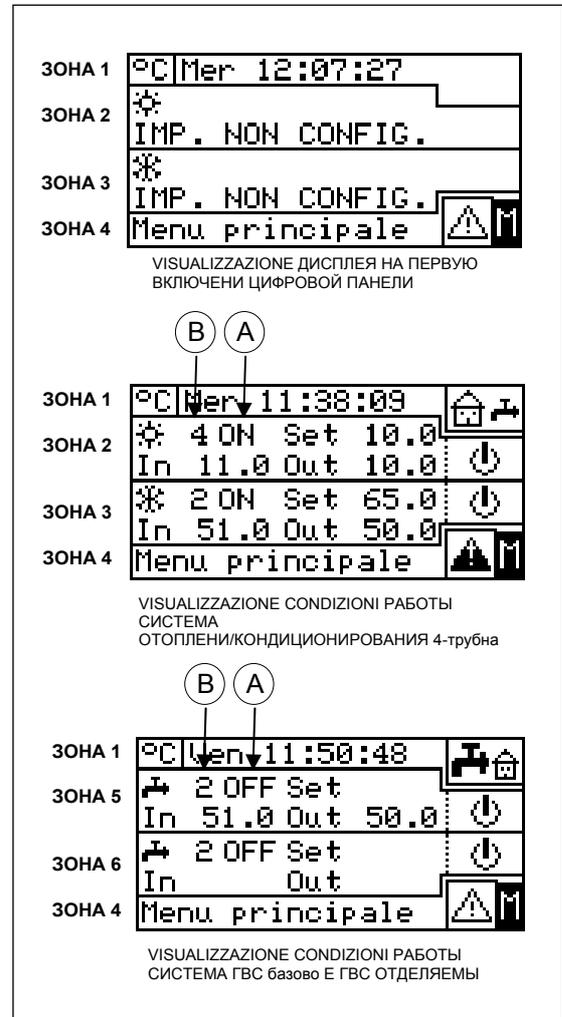

Рисунок 2 - ПРИМЕРЫ ГЛАВНОЙ СТРАНИЦЫ
- 2 - Нажать на символ , расположенный выше для входа в меню **"Контроль Базовой функции ГВС" (Base DHW control)** (смотри "Зона 5" Рисунок 2 на Странице 6).
- 3 - Нажать на символ , расположенный ниже для входа в меню **"Контроль Базовой функции ГВС" (Separable DHW control)** (смотри "Зона 6" Рисунок 2 на Странице 6).